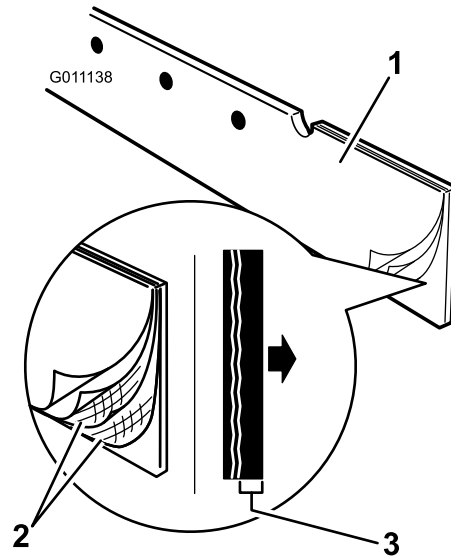

Figure 4
6. Placez le racloir de sorte que le bord en caoutchouc soit à l'avant et la partie renforcée à la fibre de verre soit à l'arrière (Figure 4).